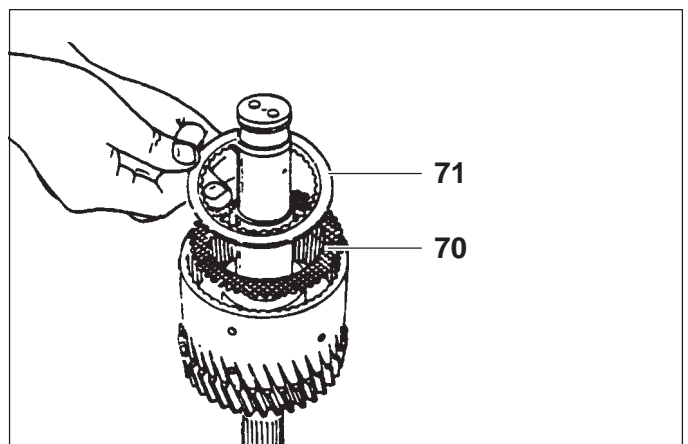

Fig. 24
- 1) Montare sulle sedi del pistone (68) gli anelli OR (49) e (69).
- 2) Introdurre il pistone (68) all'interno della campana frizione. Montare sull'albero (48) la molla (73) e l'anello (87).
- 3) Montare l'anello elastico (84), con l'attrezzo (1575152002802) spingere, con una pressa manuale, l'anello (84), comprimendo la molla fino a calzarlo nella sede sull'albero (48).
- 4) Montare sulla campana frizione dell'albero (48) il disco (70) facendo attenzione che la superficie di attrito sia rivolta verso il pacco frizione. Montare quindi alternativamente i dischi (71) e (72). Verificare che l'ultimo disco montato (70) abbia una sola faccia sintetizzata e che questa sia rivolta verso il pacco frizione (Fig. 24).
- 1) Assemble the OR rings (49) and (69) on the piston (68).
- 2) Put piston (68) inside clutch housing, then piston spring (73) and thrust washer on shaft (48).
- 3) By use of tool (1575152002802), compress piston spring till enough clearance is obtained to insert snap ring (84) in its place.
- 4) Insert sintered plate (70) in clutch housing gear (48) being careful to turn the friction surface towards the clutch set. The mount alternaly inner steel plate (71) and outer sintered plate (72). Check that last plate (70), of clutch pack has only one sintered face and that this is turned towards clutch set (Fig. 24).